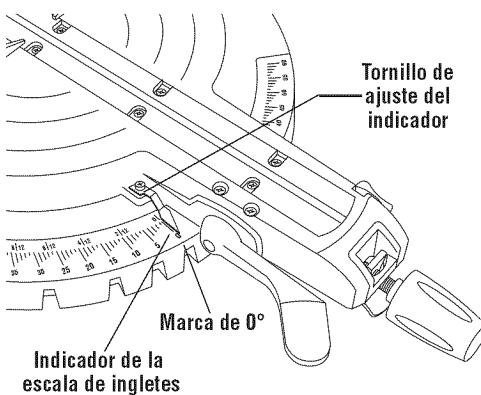

Figura 11. Ajuste de la escala de ingletes
3. Afloje el tornillo Phillips que sujetá el indicador en su sitio (Figura 11).